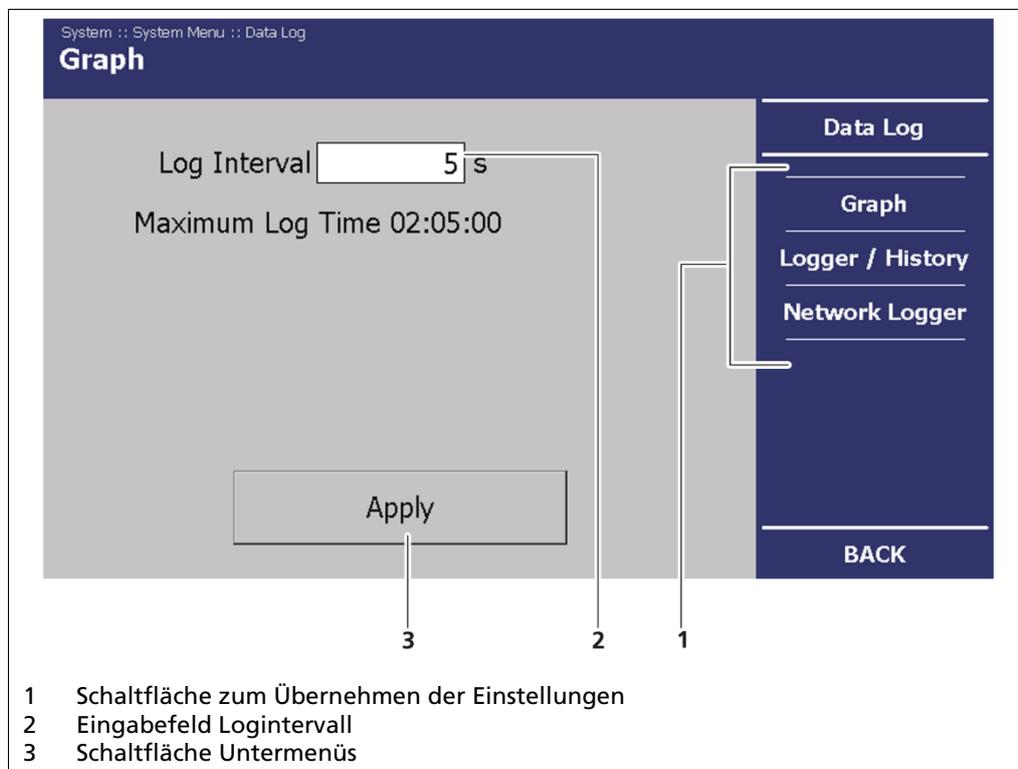

Abb. 33 Systemmenü, Einstellungen – Logdaten (Graph)
Im Eingabefeld „Logintervall“ stellen Sie das Intervall ein, in dem die Daten auf der graphischen Anzeige erneuert werden (Abb. 33, Pos. 2).
1. Klicken Sie im **Systemmenü | Logdaten** auf **Graph** (Abb. 33, Pos. 3).
2. Klicken Sie auf das Eingabefeld, um das Logintervall einzustellen (Abb. 33, Pos. 2).
4. Klicken Sie auf die Schaltfläche **<Anwenden>** (Abb. 33, Pos. 1), um die Einstellung zu übernehmen
1. Klicken Sie im Systemmenü auf **Logger | Aufzeichnungen** (Abb. 33, Pos. 3), um in das Untermenü Datenlogger zu gelangen.
Klicken Sie im **Systemmenü** auf **Datenlog | Netzwerklogger** (Abb. 33, Pos. 3). Im Untermenü „Netzwerklogger“ können Sie die Logdaten an einen Computer übermitteln.